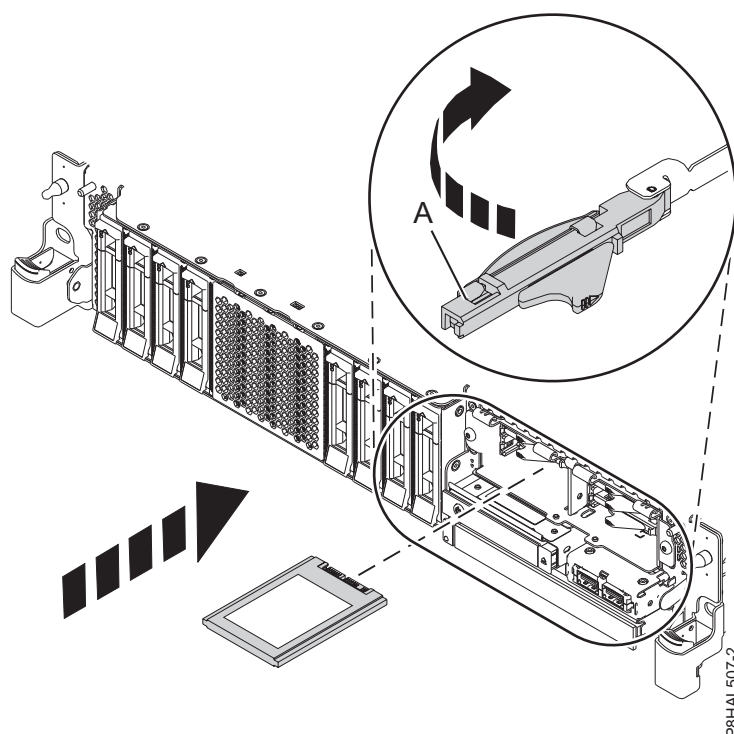

Figura 14. Instalación de una SSD en un sistema 8408-44E o 8408-E8E
14. Con el asa de la bahía de unidad SSD (A) en la posición de desbloqueo, tire de la palanca hacia afuera para acceder a los rieles de guía de la ranura de SSD. Sostenga la SSD por la parte inferior mientras la alinea con los rieles de guía de la ranura de SSD. Consulte la Figura 14 en la página 23.
18. Bloquee la unidad girando el asa de la bahía (A) en la dirección que se muestra en la Figura 14.